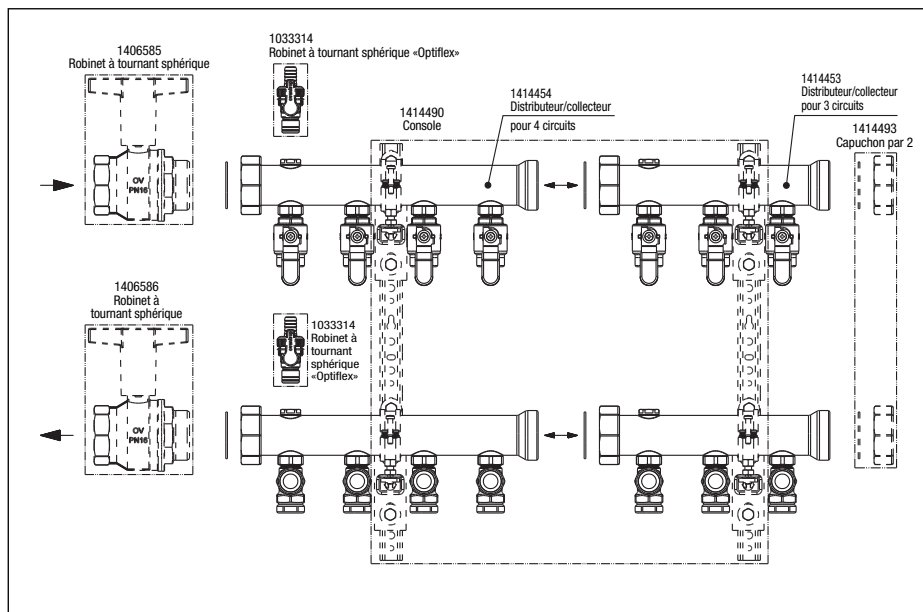

Fig. 10.1: Composants du système
- Les composants suivants sont disponibles comme accessoires (voir aussi fig. 10.1):
Le distributeur pour l'aller et le collecteur pour le retour sont prémontés et l'étanchéité est contrôlée en usine. Les modules de distribution individuels sont montés à l'aide de l'écrou d'accouplement (filetage femelle G2 avec joint plat) (fig. 10.1). Monter le distributeur pour l'aller (en haut) et le collecteur pour le retour (en bas) sur la console (accessoires: réf. 1414490) (fig. 10.1).
Le remplissage de l'installation jusqu'au distributeur/collecteur «Multidis SFI» en laiton s'effectue, robinets à tournant sphérique ouverts, via les colonnes montantes. Les robinets à tournant sphérique «Optiflex» (accessoires: réf. 1033314) peuvent être utilisés pour la purge même en pleine période de service. Ceux-ci sont raccordés au filetage femelle G 1/2 du module de distribution correspondant sur l'aller et le retour (fig. 10.1).